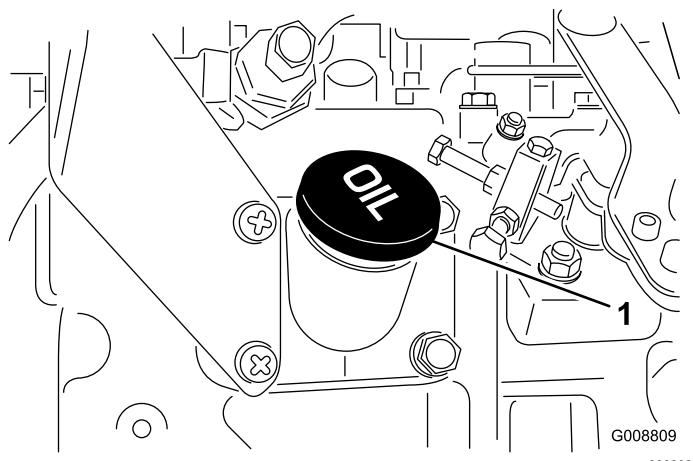

図 15
4. 不足している場合は、キャップ図 15を取り、Full 位置までオイルを補給する。入れすぎないでください。